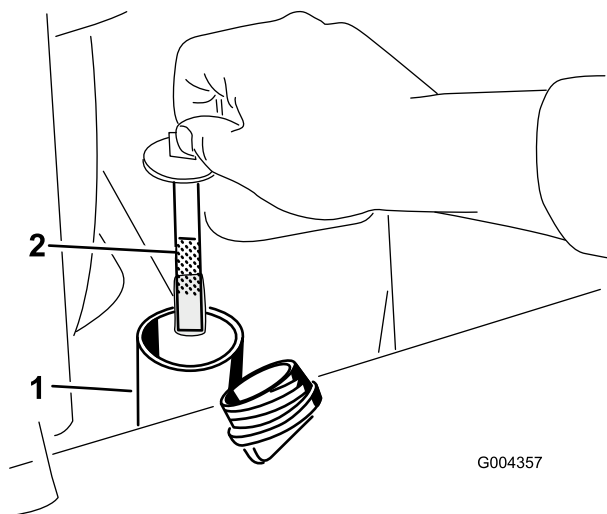

Figura 56
5. Togliere il tappo del serbatoio idraulico e l'asta di livello (Figura 56).